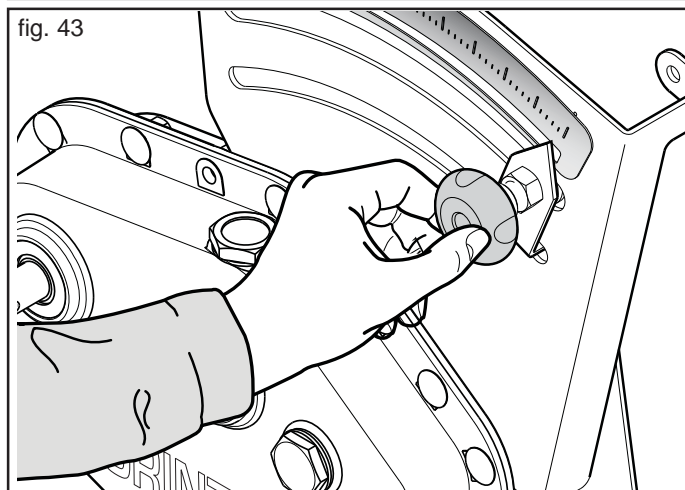

fig. 43
- 6) Desserrer la vis de fixation placée sur le régleur de la boîte de vitesse (Fig. 43)...